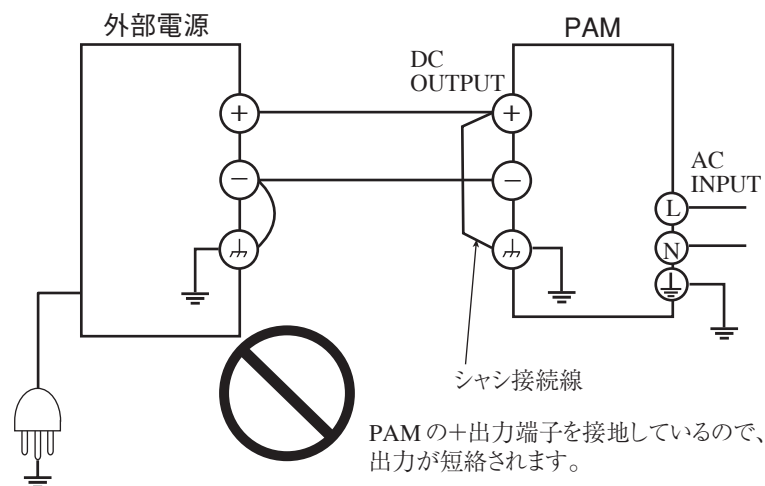

図 3-8 出力が短絡する接続例
- ・ 本機の出力端子は接地しないでください。出力端子を接地すると、外部電源によっては本機の出力端子が短絡することがあります。図 3-8 を参照してください。